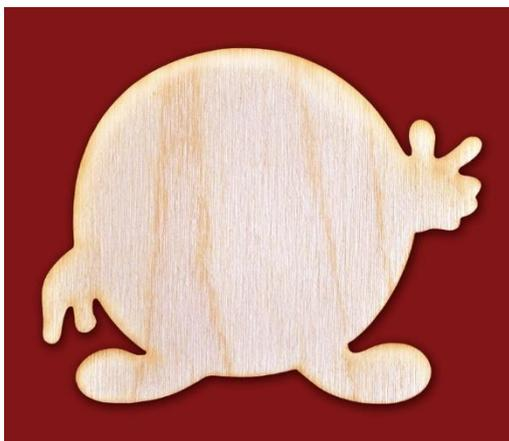

Рис. 1. Образец подставки под кружку «Колобок»
1. С помощью образца разработать рабочий чертёж подставки под кружку «Колобок» (см рис. 1) на листе бумаги.